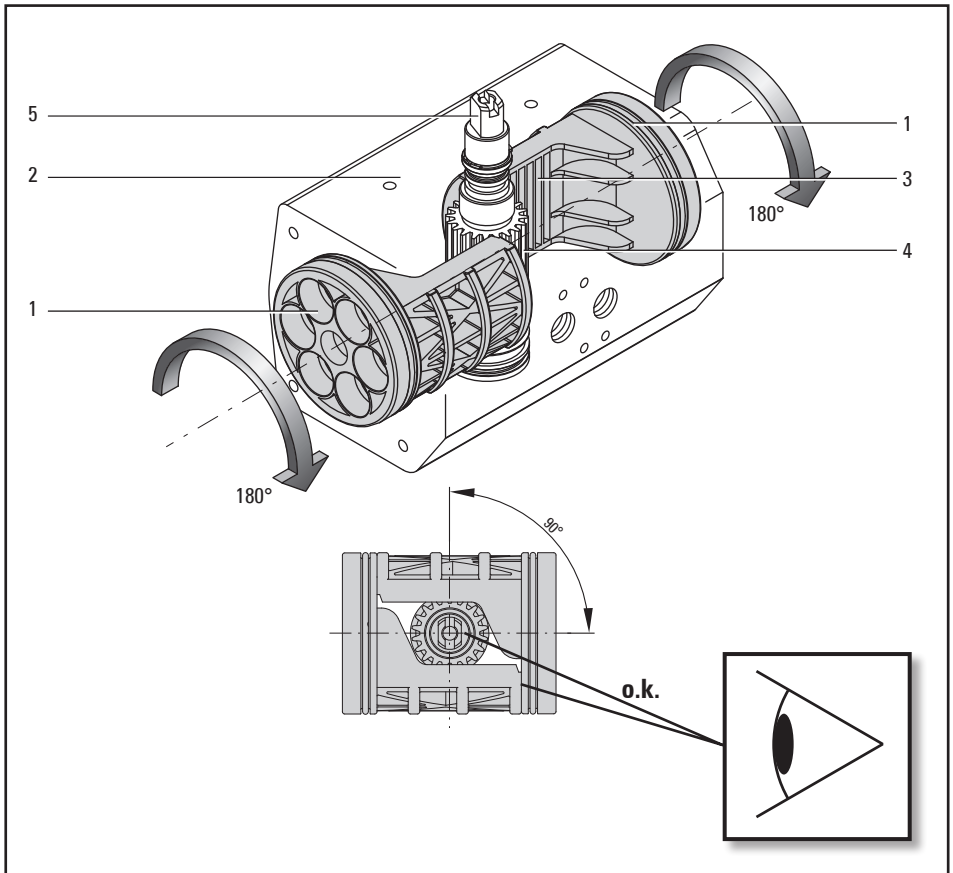

Abb. 5.3 - Drehrichtung ändern, Kolben drehen
Drehen Sie die Kolben (1) um  $180^\circ$ , ohne sie aus dem Gehäuse (2) zu nehmen (siehe Abbildung 5.3).